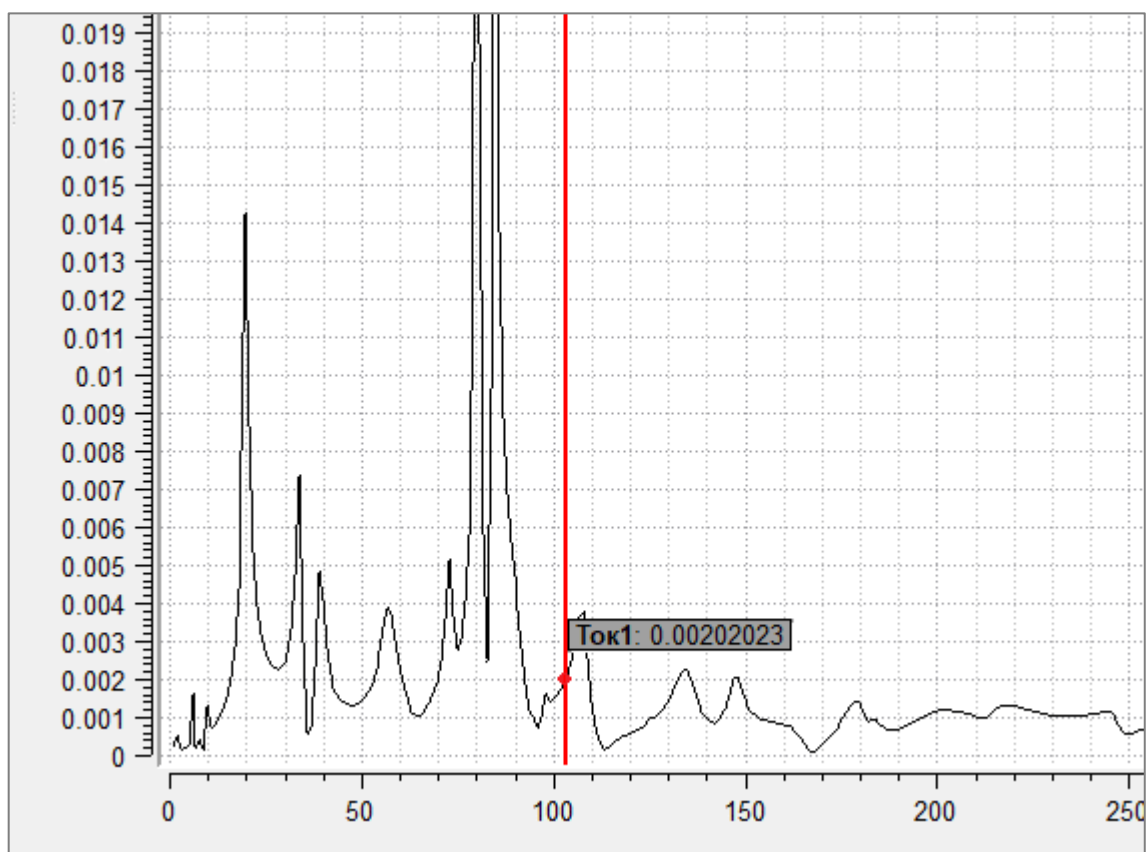

Рис. 231
18.12.2. При нажатии на кнопку  будет включен режим перемещения курсора вдоль оси OX. В точках пересечений графиков с линией курсора автоматически определяются значения функций, пересечения отмечаются маркером и значения функций в них выводятся рядом с курсором для каждой линии (рис. 231).